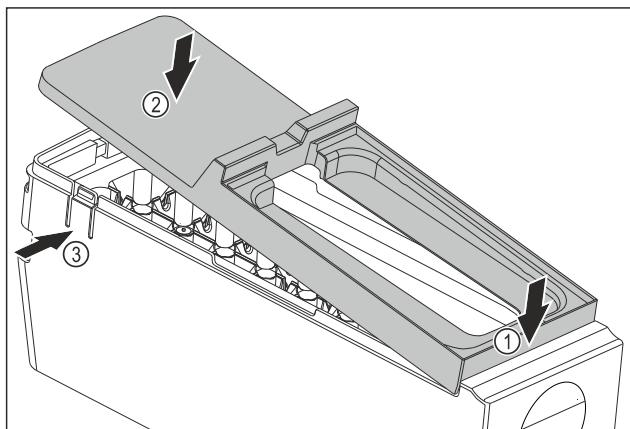

Fig. 80
- ▶ 安装 EasyTwist-Ice 机身的盖板：放置盖板前部。Fig. 80 (1)
- ▶ 降低盖板后部。Fig. 80 (2)
- ▷ 盖板卡入到两个接片 Fig. 80 (3)中，可以听见声音。